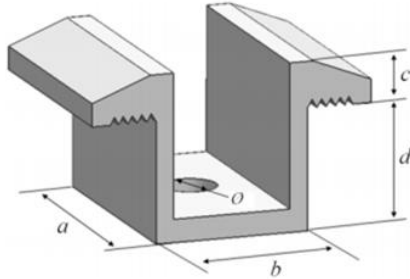
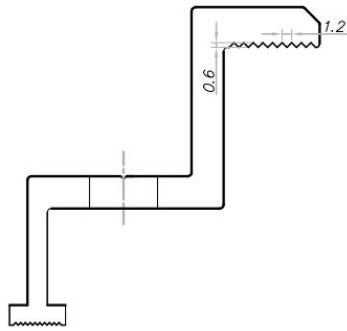
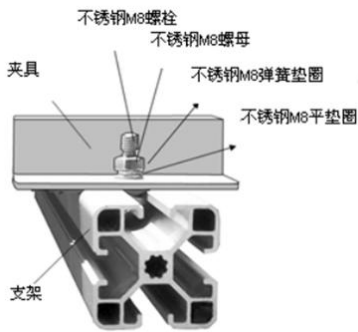

图 10 中间压块示意图
图 11 边压块横截面示意图
图 12 边压块安装示意图
- ① 将光伏组件置于两条支架之上（不提供）。支架必须使用不锈钢材料或做过防腐处理（如热镀处理）。每块光伏组件至少需要 4 个压块去固定，在安装过程中，请勿让压块直接接触玻璃及让边框变形，否则会导致光伏组件破损。
- ② 务必避免因夹具形成的阴影对光伏组件造成遮挡效应。漏水孔不能被夹具遮挡。夹具必须与光伏组件边框保持至少 8mm 但不超过 11mm 的重叠部分（保证光伏组件可靠安装的前提下可以变更夹具截面）。
- ③ 支架与光伏组件边框接触的上表面需有一个与 M8 螺栓匹配的凹槽。
- ④ 若支架上无凹槽，则需在上述提到的位置钻一个直径大小合适的孔，以便螺栓固定。
- ⑤ 确保每个压块的安装顺序为平垫圈、弹簧垫圈、螺母。
- ⑥ 图 10 所示为中间安装压块，图 11、图 12 所示为边缘安装压块及截面示意图。中间压块的尺寸为 $a \geq 40 \text{ mm}$, $b \geq 26 \text{ mm}$, $c \geq 5 \text{ mm}$, $d \geq 28 \text{ mm}$, $\varnothing = 9 \text{ mm}$ 。针对 182 尺寸组件，中压块与边压块的尺
⑦ 为防止安装组件后脱框，建议选择边缘安装压块和中间安装压块与边框 A 面接触面均带有花纹槽结构的压块，花纹槽结构建议数量为 9 个左右，相邻花纹槽距离建议 1.2mm 左右，花纹槽深度建议 0.6mm 左右，如图 11 边缘压块横截面示意图所示。